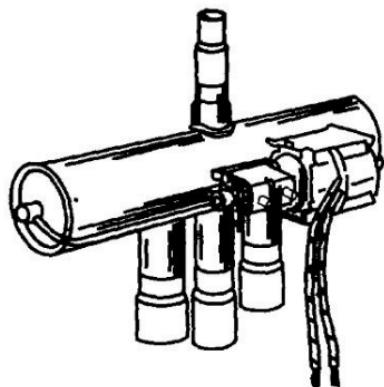

Рис. 98. Реверсивный 4-х ходовой вентиль
37.1. Реверсивный вентиль (рис. 98) предназначен для изменения направления движения хладагента в тепловом насосе и холодильной установке с обратным циклом. Неисправности, которые возникают в теплонасосной системе, отрицательно влияют на рабочее давление, и могут быть причиной срабатывания реверсивного вентиля. К таким неисправностям относятся: